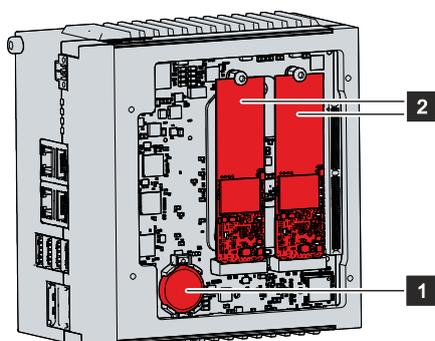

Fig. 20: Batterie et support de stockage
- ⇒ La batterie est maintenant en position oblique (voir fig. 20).
5. Poussez le côté haut de la pile vers le bas dans le support de la pile (voir fig. 20).